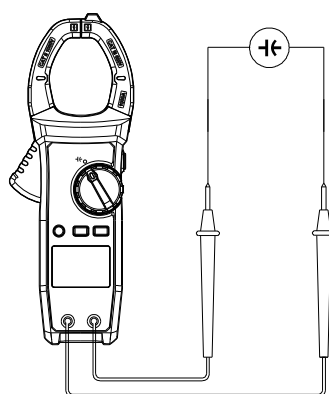

Рис.10. Измерение ёмкости
- 2) Проводите измерения в режиме REL (относительные измерения). Установите переключатель на $\overline{H}$ для перехода в режим (см. рис. 10).